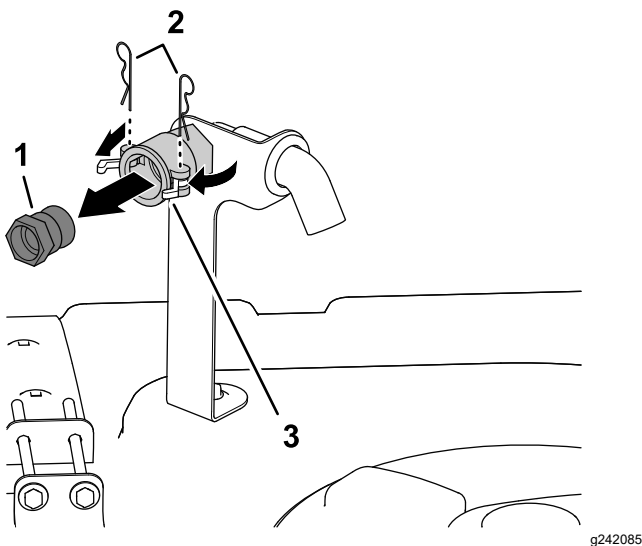

Bild 3
- Entfernen Sie vorne an der rechten Seite der Behälterabdeckung die zwei Splinte, mit denen die Riegel für die Schnelltrennkupplung für den Rücklauffüllanschluss befestigt sind (Bild 3).
- Drehen Sie die Riegel in die geöffnete Stellung, um das Schnelltrennanschlusstück von der Schnelltrennkupplung zu entsperren (Bild 3).
- Nehmen Sie das Schnelltrennanschlusstück von der Schnelltrennkupplung ab (Bild 3).
- Schließen Sie die Riegel und setzen Sie die Splinte in die Flansche der Schnelltrennkupplung ein (Bild 3).